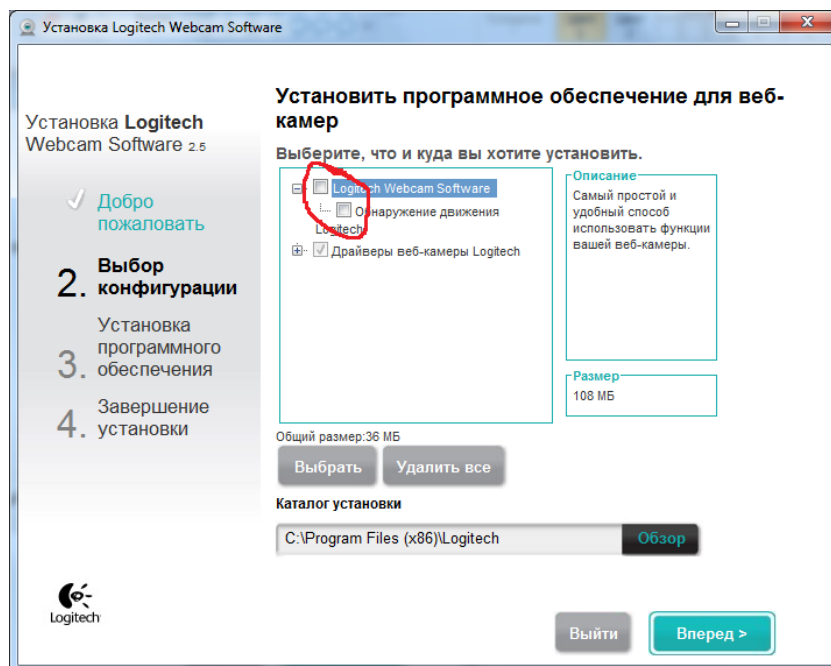

Рисунок 15.4
4. При появлении следующего окна необходимо убрать отметки с пунктов «Logitech Webcam Software» и «Обнаружение движения» (Рисунок 15.4). Нажать кнопку «Вперед».